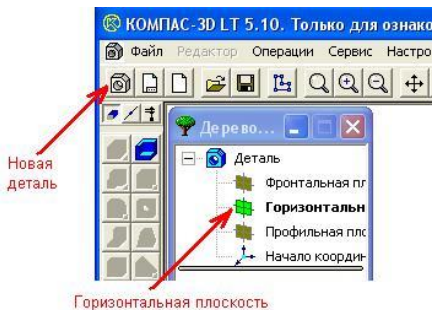

Рис. 64
4. Щелкнуть по кнопке «Новая деталь» (Рис. 64).
5. Выбрать **Горизонтальную плоскость** (Рис. 64).